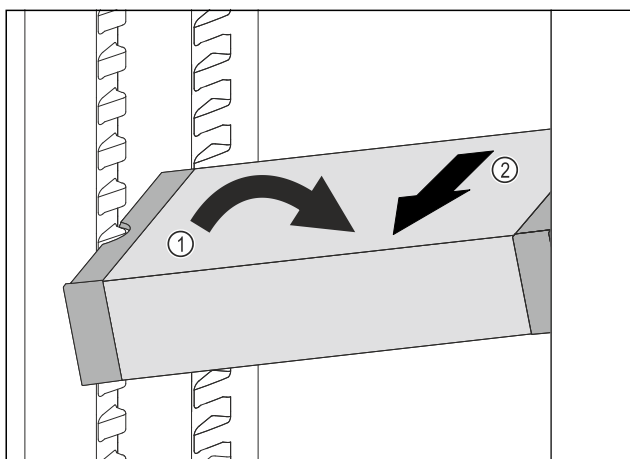

Fig. 73
- Incliner le VarioSafe dans la partie réfrigérateur. Fig. 73 (1)
- Sortir le tiroir VarioSafe par l'avant. Fig. 73 (2)